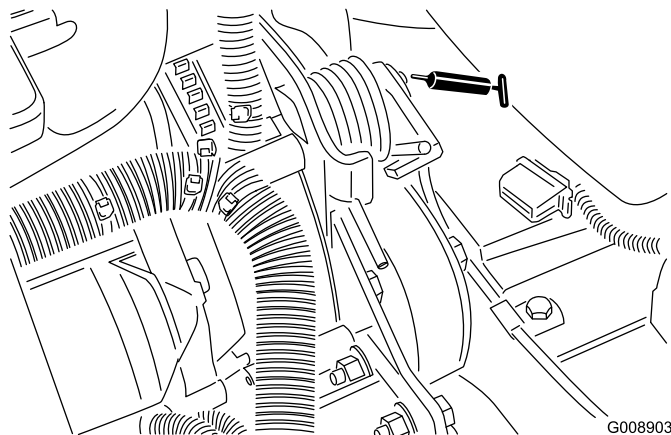

Figure 48
- Pivot de tension de courroie (Figure 48)